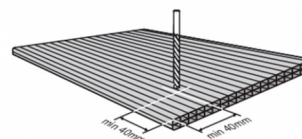

Рис. 7 Сверление панелей сотового поликарбоната
- при монтаже очень длинных (более 7 м) цельных панелей отверстия под саморезы следует делать овальными, с ориентацией длинной оси по длине листа. Отверстие под саморез должно просверливаться только в середине внутреннего канала панели (рис. 7), недопустимо сверлить отверстия сквозь вертикальную перемычку панели.